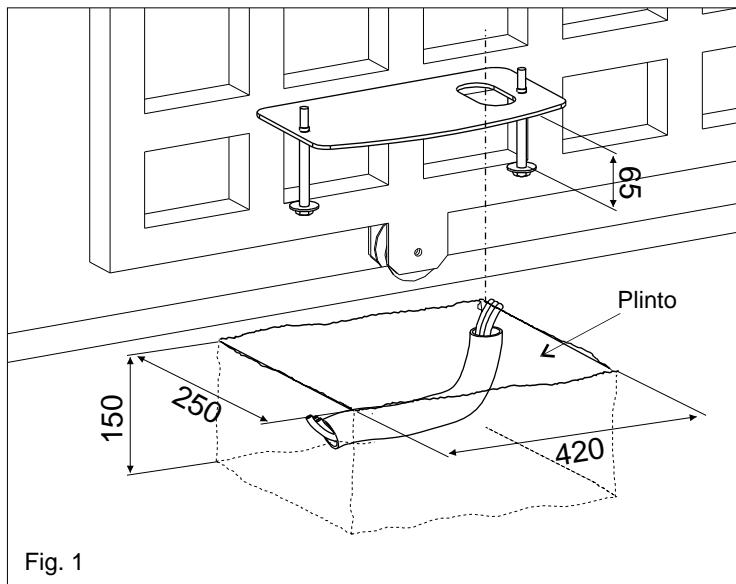

Fig. 1
2.1. Prévoir, en se basant sur les mesures reportées dans Fig. 1, une petite place de béton ou y sera murée la plaque de fondation et les boulons d'ancrage.
NB: Il est opportun, si la structure du portail le permet, de soulever la plaque du niveau pavé d'au moins 50 mm pour éviter des éventuelles stagnations d'eau (Fig. 1).